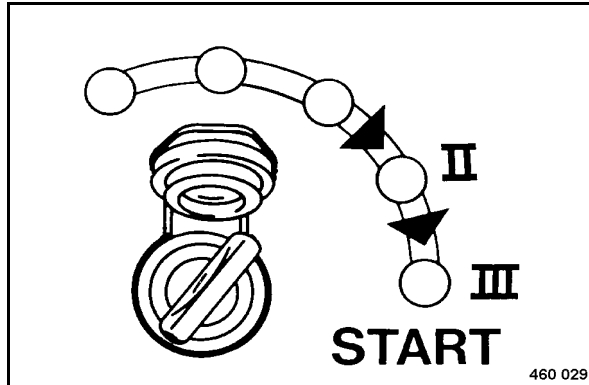

fig. 51
- Tourner la clé de contact (fig. 51) de la position "II" sur position "III" ; le démarreur vire le moteur.